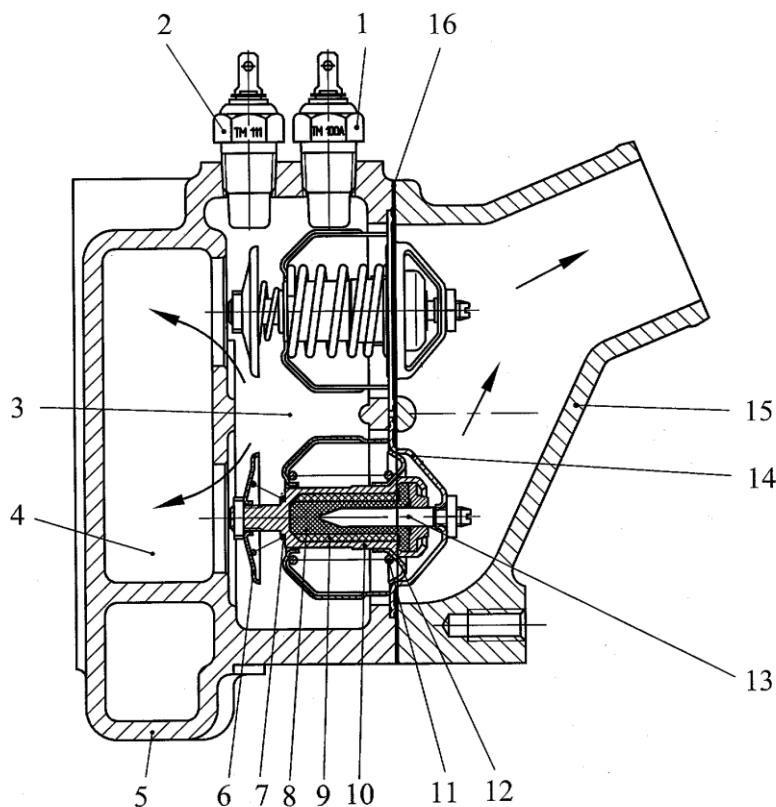

Рисунок 7 –**Термостаты:**
**Термостаты** (рис. 7) с твердым наполнителем и прямым ходом клапанов позволяют ускорить прогрев холодного двигателя и поддерживать температуру охлаждающей жидкости не ниже 75 °С путем изменения ее расхода через радиатор. В жидкостной коробке 5 корпуса жидкостных каналов установлено параллельно два термостата с температурой начала открытия 80±2 °С.